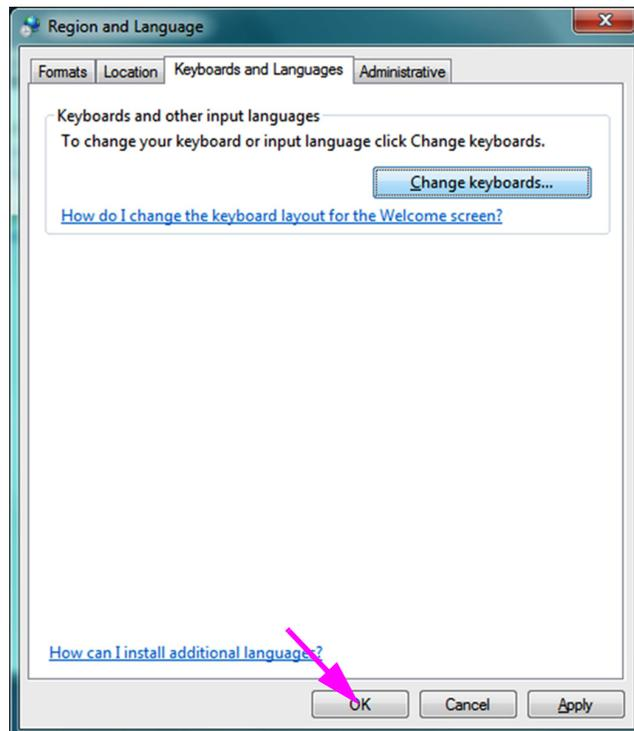

Figura C-12. Schermata Region and Language (Paese e lingua), scheda Keyboards and Languages (Tastiere e lingue)
8. Tornare alla scheda Keyboards and Languages (Tastiere e lingue) (vedere la Figura C-12) e fare clic sul pulsante **OK** per completare la modifica della lingua della tastiera.